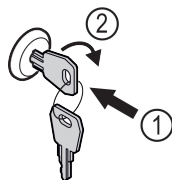

Fig. 127
- ▶ Klíč zasuňte dovnitř Fig. 127 (1).
- ▶ Otáčejte klíčem o 90° ve směru hodinových ručiček Fig. 127 (2).